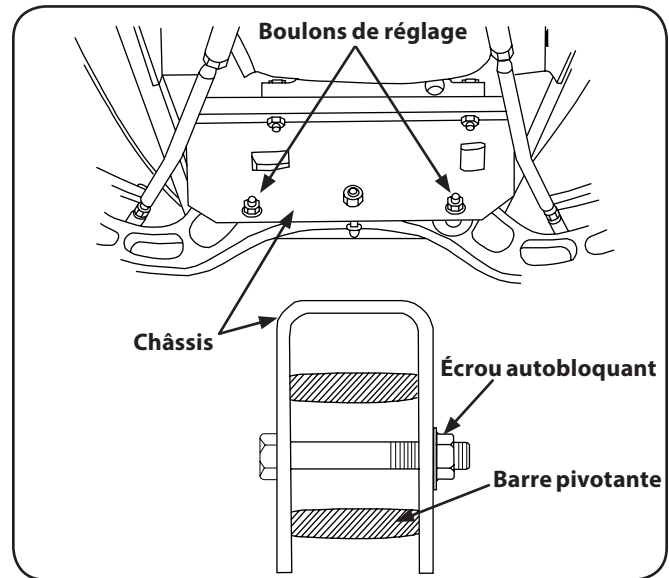

Figure 6-9
2. Déplacez les extrémités de la barre pivotante vers le haut et vers le bas afin de vérifier s'il y a un coincement. En cas de coincement, desserrez les écrous autobloquants. Voir Figure 6-9.